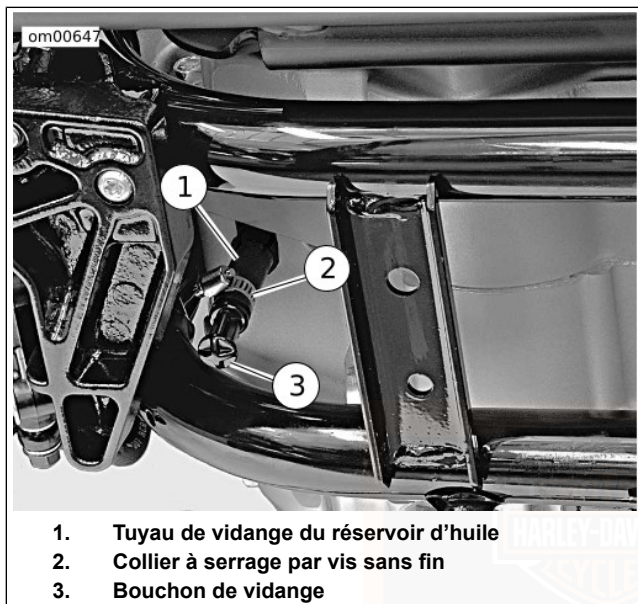

Figure 29. Tuyau de vidange du réservoir d'huile et attache : modèles Sportster
3. Voir la Figure 29. Desserrer le collier de serrage à vis sans fin (2) et tirer le bouchon de vidange (3) de l'extrémité du tuyau de vidange. Vidanger totalement l'huile moteur du réservoir d'huile. Il n'est pas nécessaire de vidanger le carter moteur.